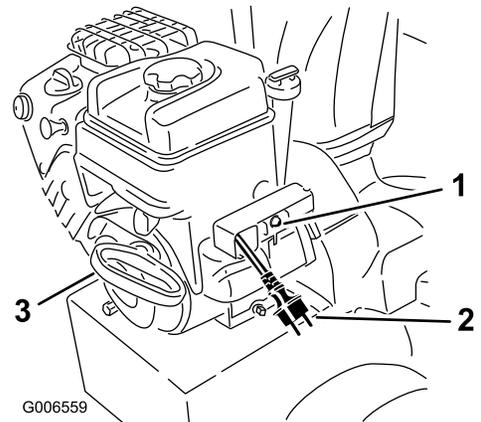

Рисунок 26
7. Запустите снегоочиститель, потянув за шнур механического стартера или нажав на кнопку электрического стартера (только для модели 38629) (Рисунок 26).